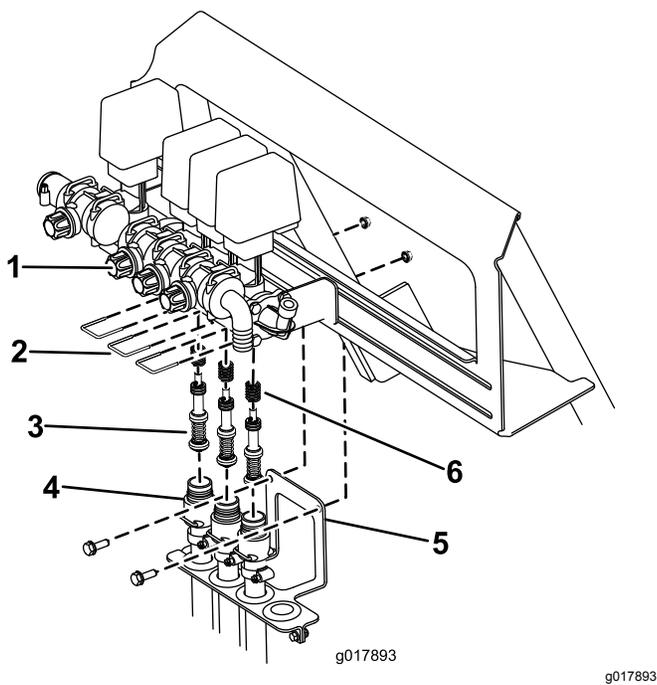

Figura 69
- B. Retire las 3 horquillas que sujetan los asientos de las válvulas al conjunto de las válvulas (Figura 69).
- C. Retire los 2 tornillos y las 2 tuercas que sujetan el soporte de las mangueras al bastidor del fumigador (Figura 69). Baje las mangueras del conjunto de las válvulas.
- D. Usando una llave Allen de 3 mm, retire los tornillos que sujetan los pistones en el conjunto de las válvulas. Asegúrese de guardar los muelles de la válvula (Figura 69).